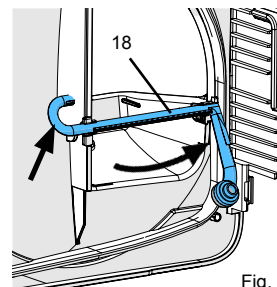

Fig. 11
- Girar el tubo rociador (18) hacia atrás por el lado acodado (Fig. 11).